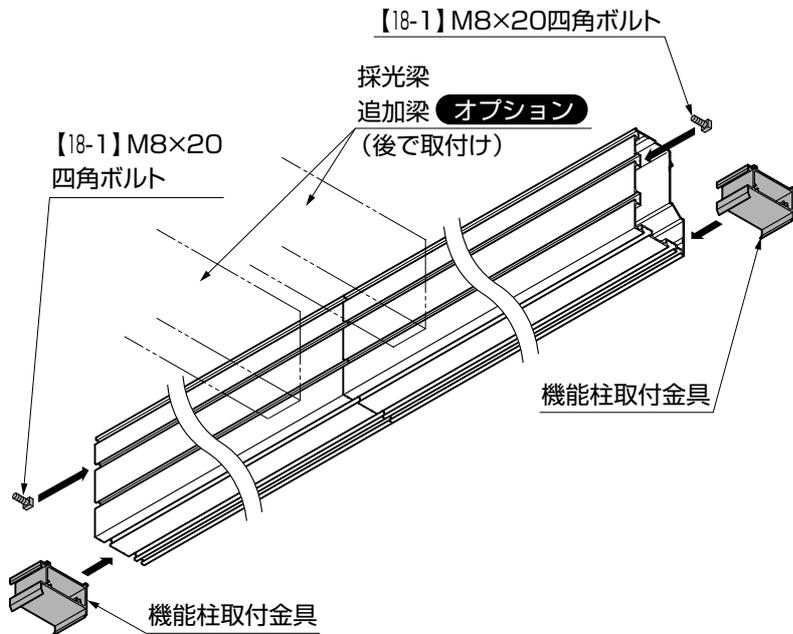

図8-1
- ① 桁側面の溝に【18-1】、桁底面の溝に機能柱取付金具を各1個ずつ両側面からスライドしながら入れてください。(図8-1参照)